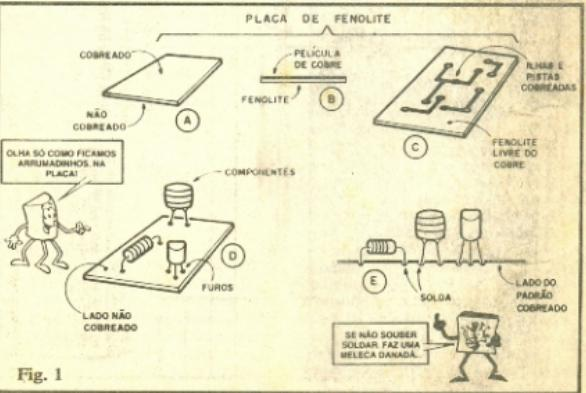

Fig. 1
- **FIG. 1** - A base da técnica de montagem em Circuito Impresso é a placa "virgem" de fenólico (um material rijo e isolante) na qual, uma das superfícies é revestida por uma película metálica fina (cobre). Existe também, para aplicações mais avançadas, a placa **double face** (cobrada dos dois lados), mas veremos isso no futuro... Assim (fig. 1-A) um lado da placa é **cobrado** e o outro, **não cobrado**. Conforme se vê em 1-B, a película metálica, que inicialmente recobre todo o lado da placa, é muito fina (fração de milímetro, geralmente), de modo que, pela ação de ácidos específicos, pode ser removida em certas regiões. Protegendo-se partes da superfície cobrada com tintas especiais ou mesmo decalques plásticos ácido-resistentes, após a ação do ácido, "sobram" padões cobreados na forma de filetes (também
chamados de "pistas" ou "trilhas") e pequenos círculos (chamados de "ilhas" ou "bolinhas"). É justamente esse padrão cobreado sobre (fig. 1-C) que perfaz as funções de interligar eletricamente os componentes, cujos terminais são inseridos em furos estratégicamente feitos no centro das ilhas ou bolinhas. Na fig. 1-D vemos como os componentes são acomodados sobre a placa (pelo lado **não cobreado**) tendo seus terminais ou "perninhos" enfiados nos respectivos furos (que, do **outro lado**, localizam-se no centro das ilhas...). Depois de inseridos nos seus lugares, os terminais dos componentes (fig. 1-E) são soldados às ilhas respectivas (pelo lado **cobreado**), sendo que as eventuais "sobras" (no comprimento...) desses terminais, posteriormente são "amputadas" com alicate de corte.